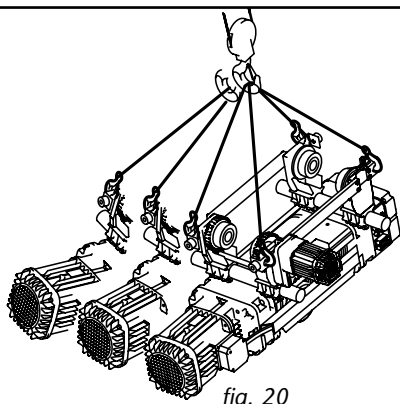

fig. 20
- Effectuer la manipulation et le déplacement du palan ou de l'unité chariot/palan vers le lieu prévu pour le déchargement avec beaucoup de précaution, en évitant les oscillations, balancements et déséquilibres dangereux (figure 20).